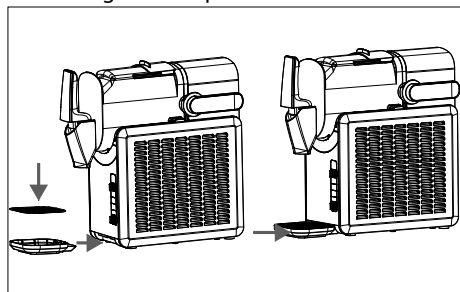

Fig. 4 – Montaggio dell'apparecchio
- ▶ Posizionare la grata sgocciolatoio sulla vaschetta di raccolta e far scorrere la vaschetta sotto l'apparecchio finché non scatta in posizione (**vedere Fig. 4**).